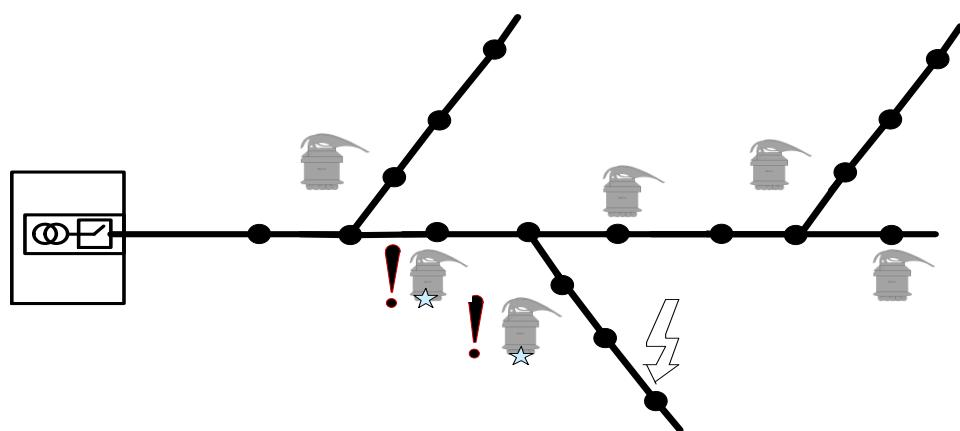

Рисунок 12 – Установка индикаторов на линии с длинным стволов и длинными ответвлениями
- на линии с длинным стволов и длинными ответвлениями комплекты устанавливаются в начале контролируемых ответвлений и за местом разветвления, на ближайших промежуточных опорах (Рисунок 12).